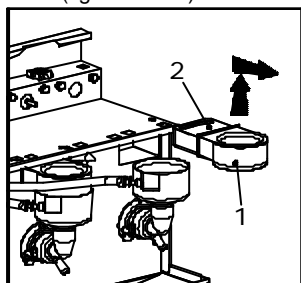

figura 5.04.2
- Desmontar la tapa y el embudo aspiración de los batidores. Para ello, coger ambas piezas y tirar hacia arriba hasta que queden desenganchadas del embudo del batidor. A continuación, tirar hacia el exterior del mueble hasta que queden libres (figura 5.04.2).